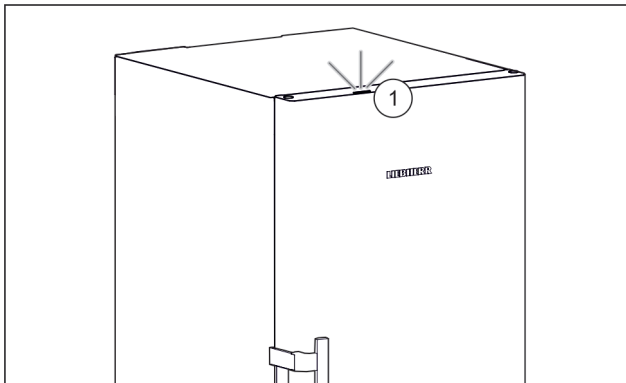

Fig. 36 Luz de estado activa con la puerta cerrada
- ▷ La luz de estado Fig. 36 (1) está activada.